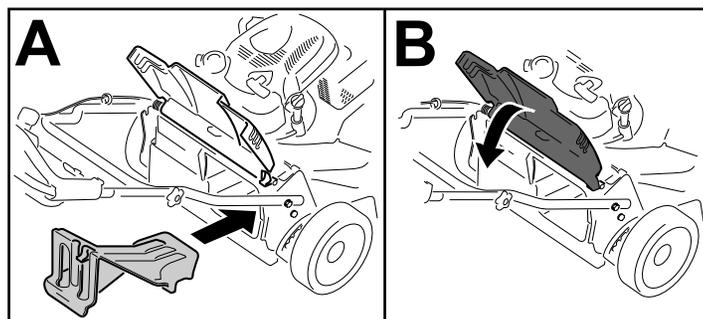

Рисунок 23
- Если задняя выпускная заглушка не установлена, возьмите ее за рукоятку, поднимите заднюю дверцу и вставьте ее в желоб заднего выброса, пока защелка не зафиксирована на месте, см. Рисунок 23.
**Внимание:** Убедитесь, что задняя выпускная заглушка установлена на своем месте, и произведите утилизацию травы и срезанных листьев (Рисунок 23).